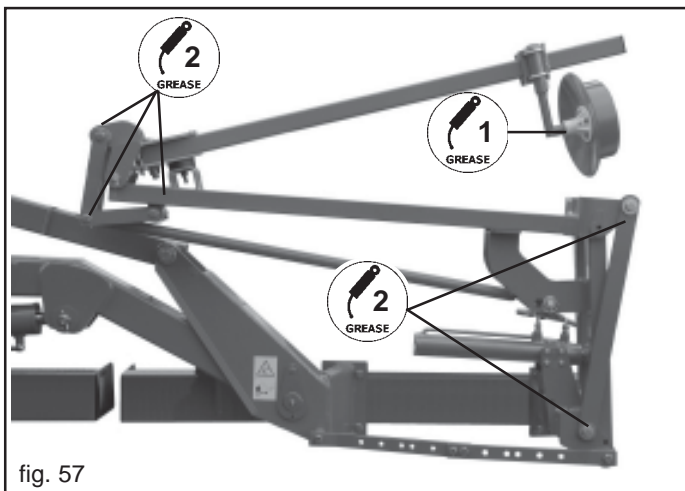

fig. 57
- Die Bolzen der Spurmarkierer-scheiben (1, Abb. 57) schmieren
- Den Bolzen des Spurmarkierers (2, Abb. 57) schmieren.